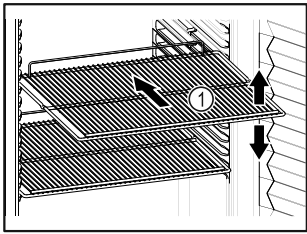

Fig. 62 Ενδεικτική απεικόνιση
- ❑ Εάν οι σχάρες Fig. 62 (1) είναι ρυθμιζόμενες, προσαρμόστε τα ανάλογα με το ύψος.